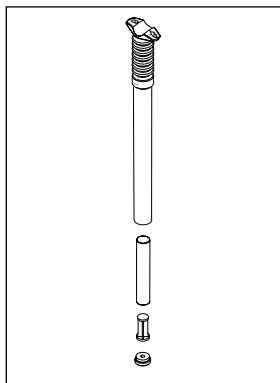

Fig. 2
- Desenrosque el tapón ajustador de precarga con una llave hexagonal de 6 mm (Fig. 2).
- Retire el tope y los espaciadores del tubo exterior. Observe la orientación de todas las piezas (Fig. 2).